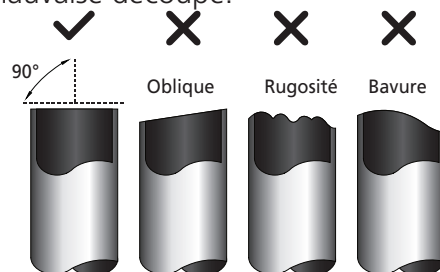

Fig. 5.1
- Veillez à découper la conduite en respectant un angle parfait de 90°. Reportez-vous à la **Fig. 5.1** pour obtenir des exemples de mauvaise découpe.